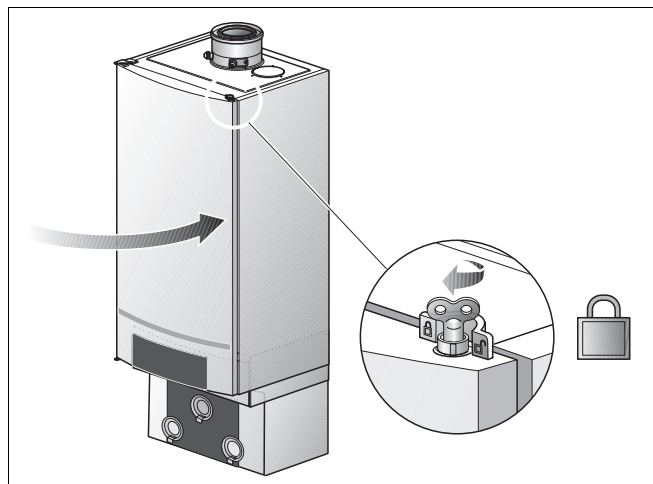

Рис. 95 Закрывание двери котла
- Закрывать дверь котла (рис. 95) и запереть замок с помощью ключа для удаления воздуха, повернув его на $\frac{1}{4}$ оборота вправо.